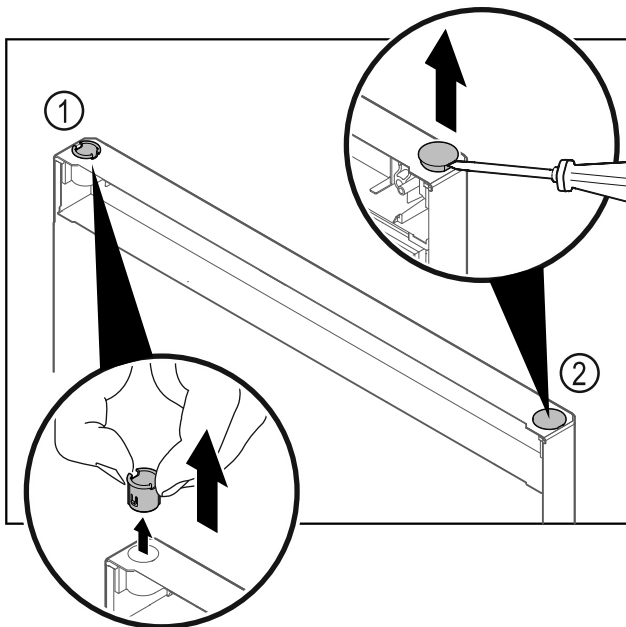

Fig. 30
- ▶ Extraer el casquillo de bisagra Fig. 30 (1) con los dedos.
- ▶ Levantar cuidadosamente el tapón Fig. 30 (2) con un destornillador para tornillos de cabeza ranurada y extraerlo.